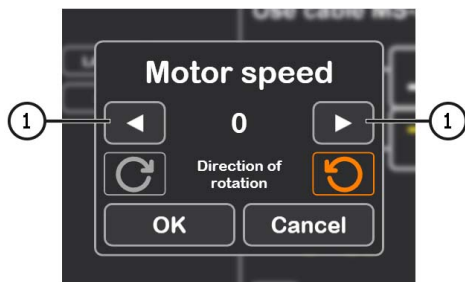

Рисунок 22.
- 3.1. После активации режима диагностики откроется окно предварительной проверки генератора см. рис. 22.
4. После нажатия на кнопку «Automatic test» появится откроется окно предварительной проверки генератора см. рис. 22.